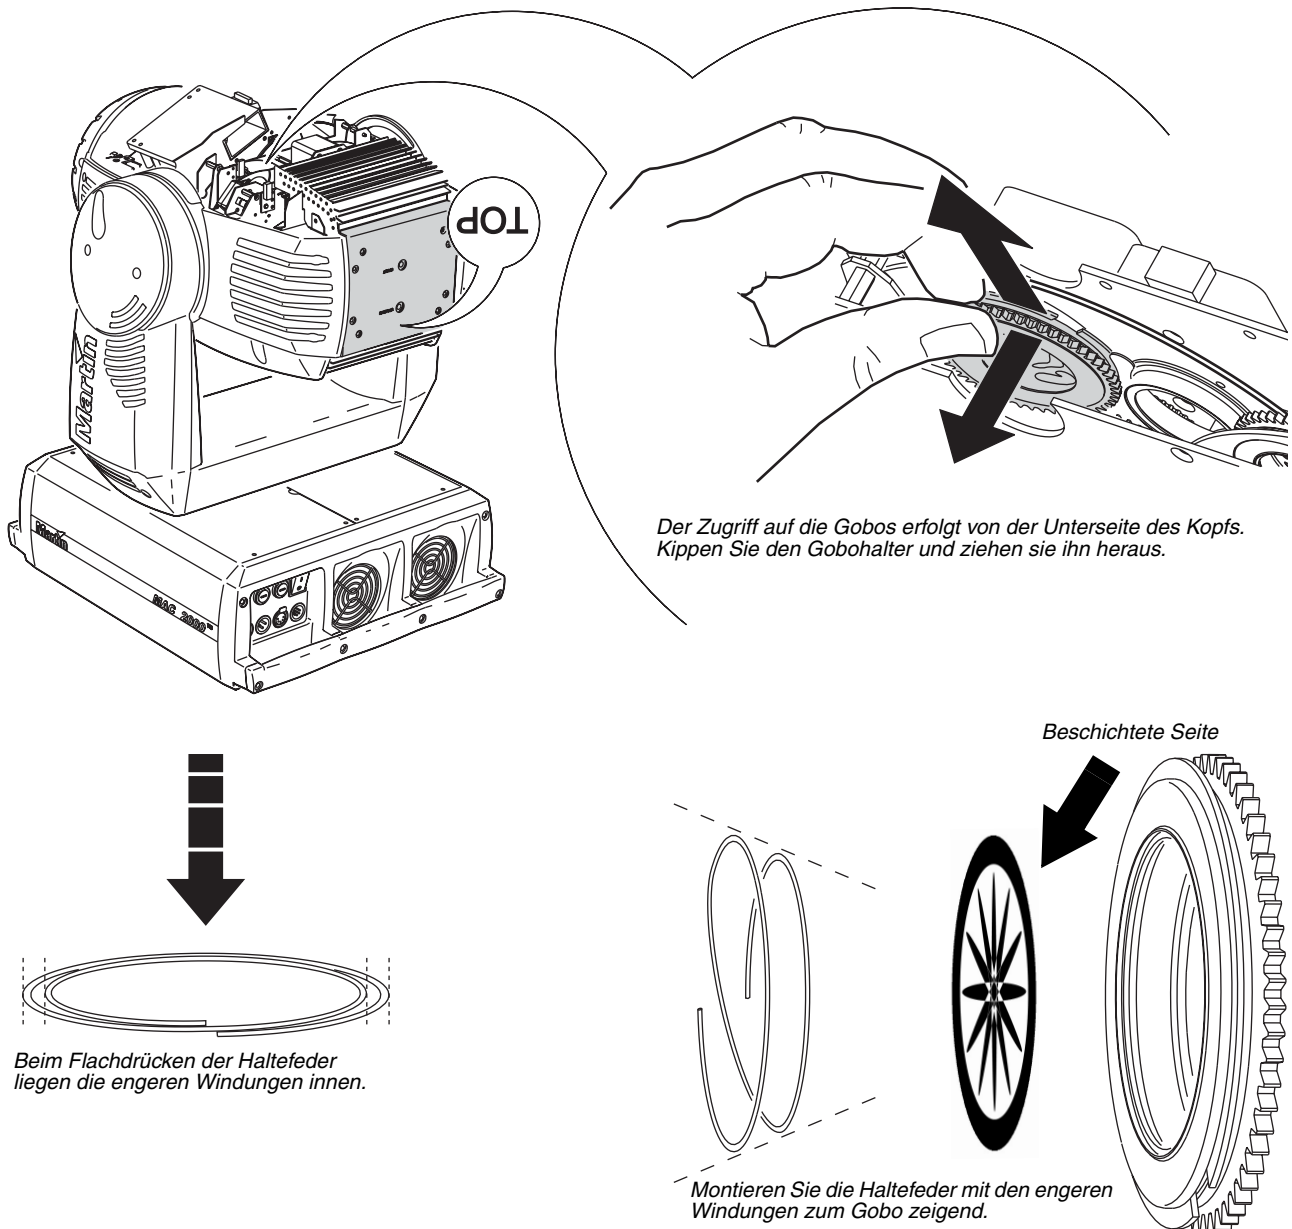

Bild 17: Austausch der drehbaren Gobos
- 2 Siehe Bild 17. Blockieren Sie den Kopf mit der Unterseite nach oben und entfernen Sie die untere Abdeckung. Drehen Sie das Goborad, bis Sie das auszuwechselnde Gobo gut erreichen. Entfernen Sie den Gobohalter, indem Sie ihn etwas vom Goborad weg drücken und heraus ziehen.